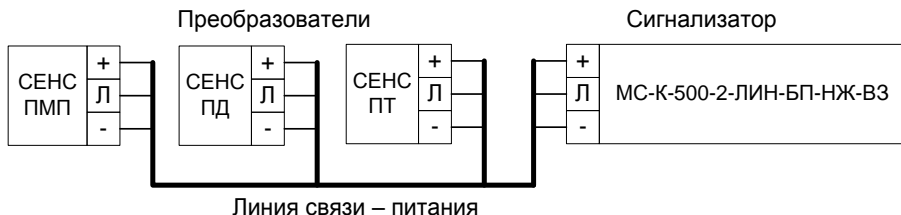

Рисунок 7
2.3.1 Сигнализатор соединяется по трем проводам с общей линией связи-питания системы СЕНС так же, как и все устройства СЕНС (рисунок 7).